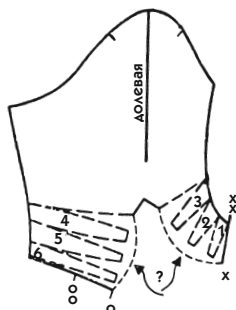

Рис. 665
- Раздвиньте полосы, продолжите их разрез до линии локтевого среза (рис. 665), только тогда вы получите необходимую ширину расширения и закроете локтевую вытачку.
6. Если требуется сделать небольшой напуск, проведите изогнутые пунктирные линии, обозначенные стрелками (рис. 665).
- Если фалды должны образовать напуск, воспользуйтесь пунктирной линией на рис. 665. Заложите фалды на лекале и приколите их к манжете таким образом, чтобы правильно выровнять полученную линию при закрытых фалдах.